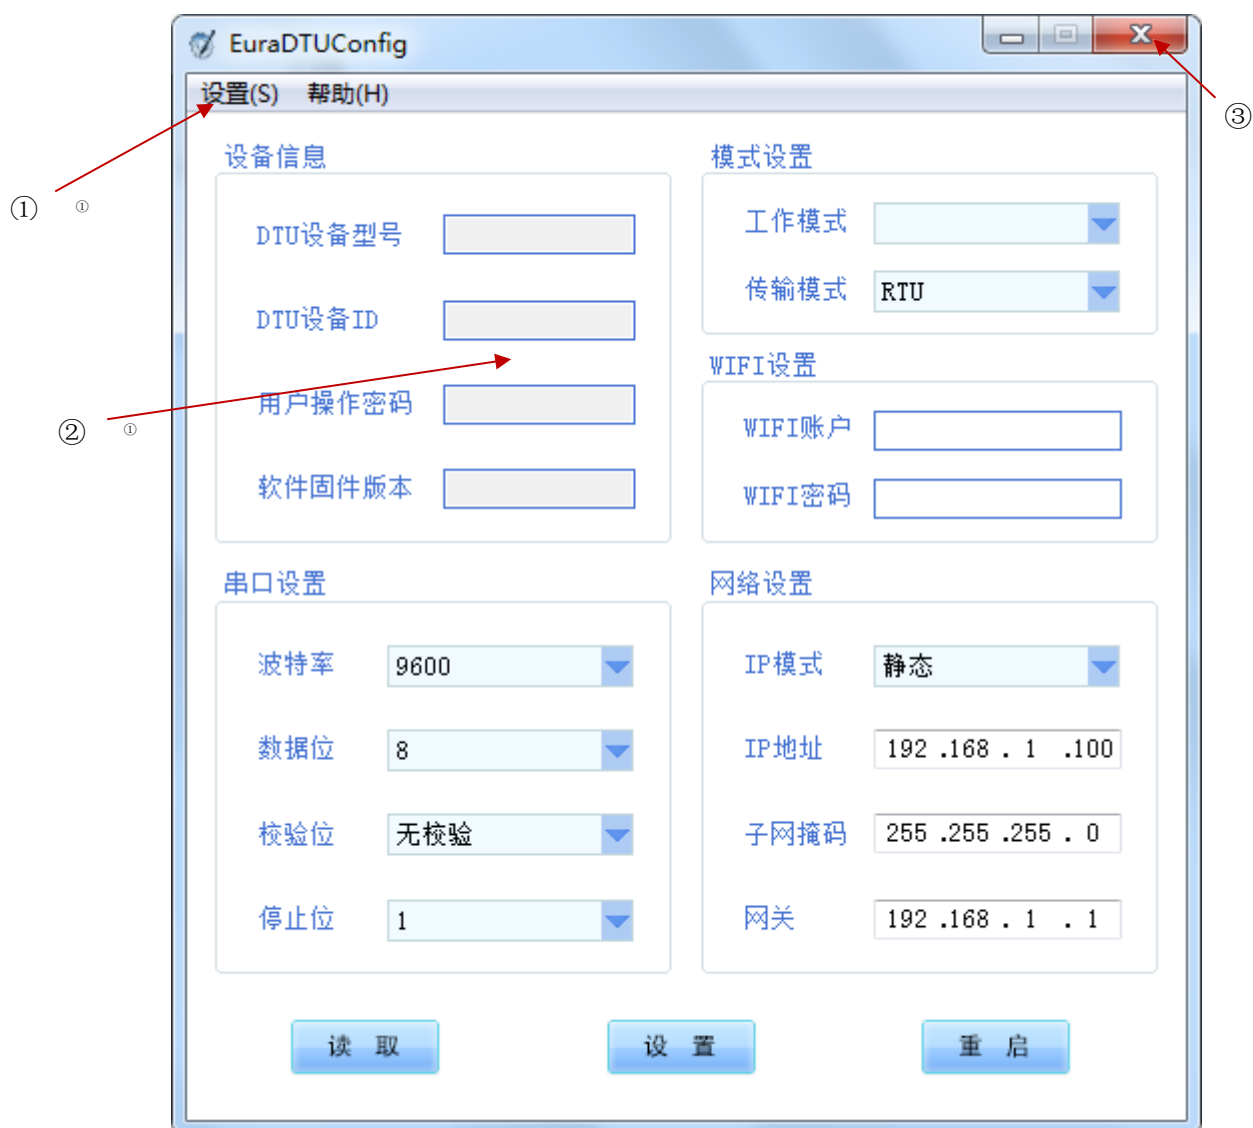

图 2-1-21 软件主界面
1) 软件免安装，用户用鼠标双击 EuraDTUConfig.exe，即可弹出程序主界面窗口（如图 2-1-21 所示）；